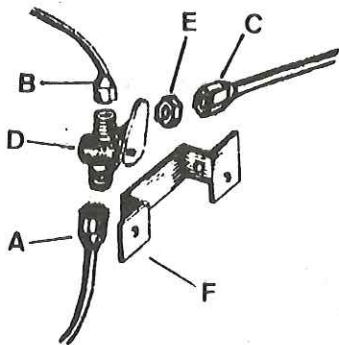

Fig. L2-20 Desmontaje de la válvula cambio de depósito
- 1.3. Desconectar las tuberías, A, B y C (Fig. L2-20) de la válvula, D.
- 1.5. Desmontar la válvula, D (Fig. L2-20) del soporte, F, soltando la tuerca de fijación, E.